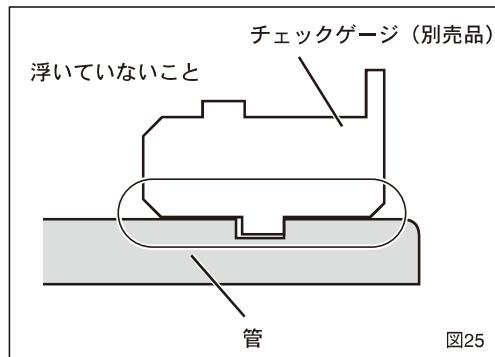
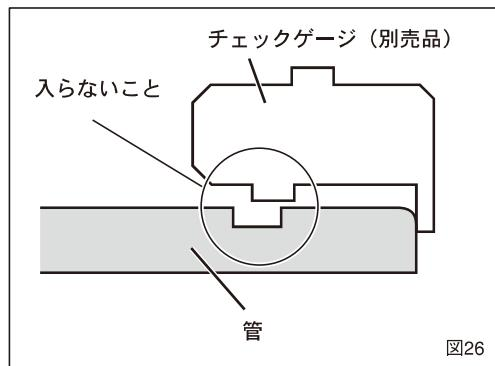

図25
図26
## 1. 切管寸法の確認（図25～図26）
- ①チェックゲージを加工後の溝に入れて、挿し口全周にわって浮かないことを確認します。（図25）
- ②チェックゲージが溝と挿し口端面の間に入らないことを確認します。（図26）